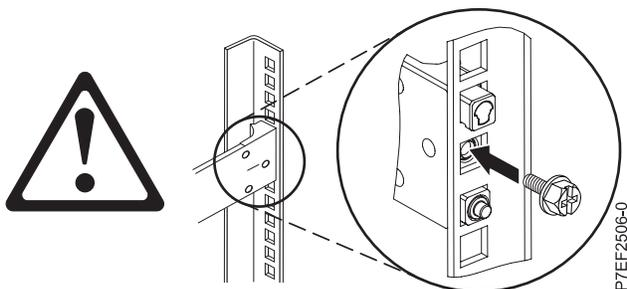

Abbildung 4. Schraube wieder anbringen
4. Setzen Sie die Schraube erneut ein, die in Schritt 2 auf Seite 4 entfernt wurde, wie in Abb. 4 dargestellt.